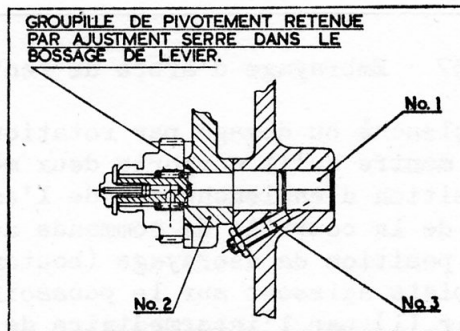

Fig. 38
L'examen de la Fig. 38 fait ressortir que l'inverseur basculant est monté sur la poupée à l'aide d'un long pivot (1) sur lequel le levier d'inversion (2) a été ajusté à la presse. L'ensemble est maintenu en position par la vis de butée (3) qui repousse le levier d'inversion contre le bossage d'appui prévu sur la poupée.